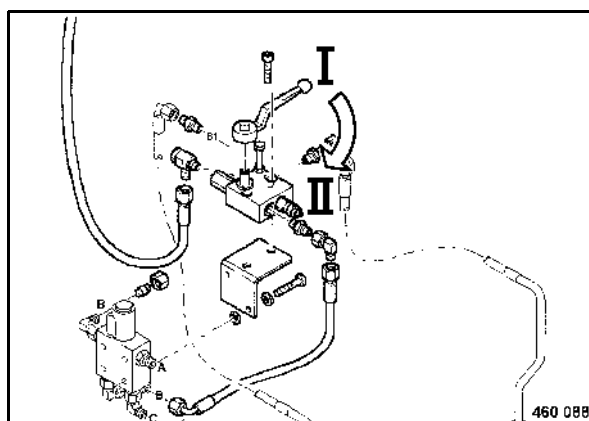

fig. 76
- Dévisser la vis de sécurité (fig. 76).